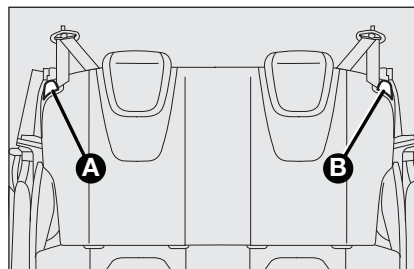

fig. 45
Agrandissement partiel (50/50) (le cas échéant) fig. 45
- ☐ actionner les leviers **A** ou **B**-fig. 45 pour débloquer respectivement la partie gauche ou droite du dossier et accompagner le dossier sur le coussin.
- ☐ actionner les leviers **A** et **B**-fig. 45 pour débloquer les dossiers et les replier sur le coussin.